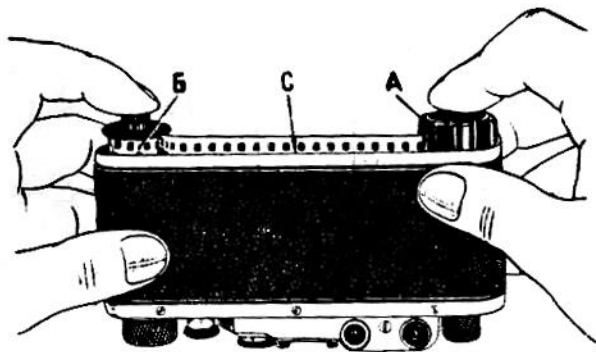

Рис. 11
4. Открытую камеру поставьте объективом от себя (рис. 11). Держа кассету «А» правой